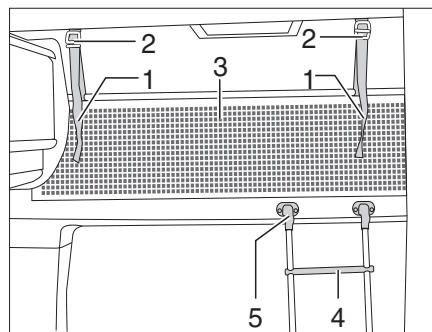

Fig. 155 Lit de capucine
Echelle de montée Toujours monter sur le lit de capucine avec l'échelle de montée (Fig. 155,4) de série.
Accrocher : ■ Accrocher l'échelle par les longerons sur le bandeau du lit de capucine (Fig. 155,5) installé au bord du lit.
Filet de sécurité Le filet de sécurité (Fig. 155,3) de série est rangé entre le matelas et le sommier à lattes. Ne tendre le filet de sécurité qu'une fois que les personnes se trouvent dans la capucine.
Tendre : ■ Faire s'enclencher les sangles de retenue (Fig. 155,1) dans les œillets du plafond (Fig. 155,2).
- Faire s'enclencher les sangles de retenue (Fig. 155,1) dans les œillets du plafond (Fig. 155,2).